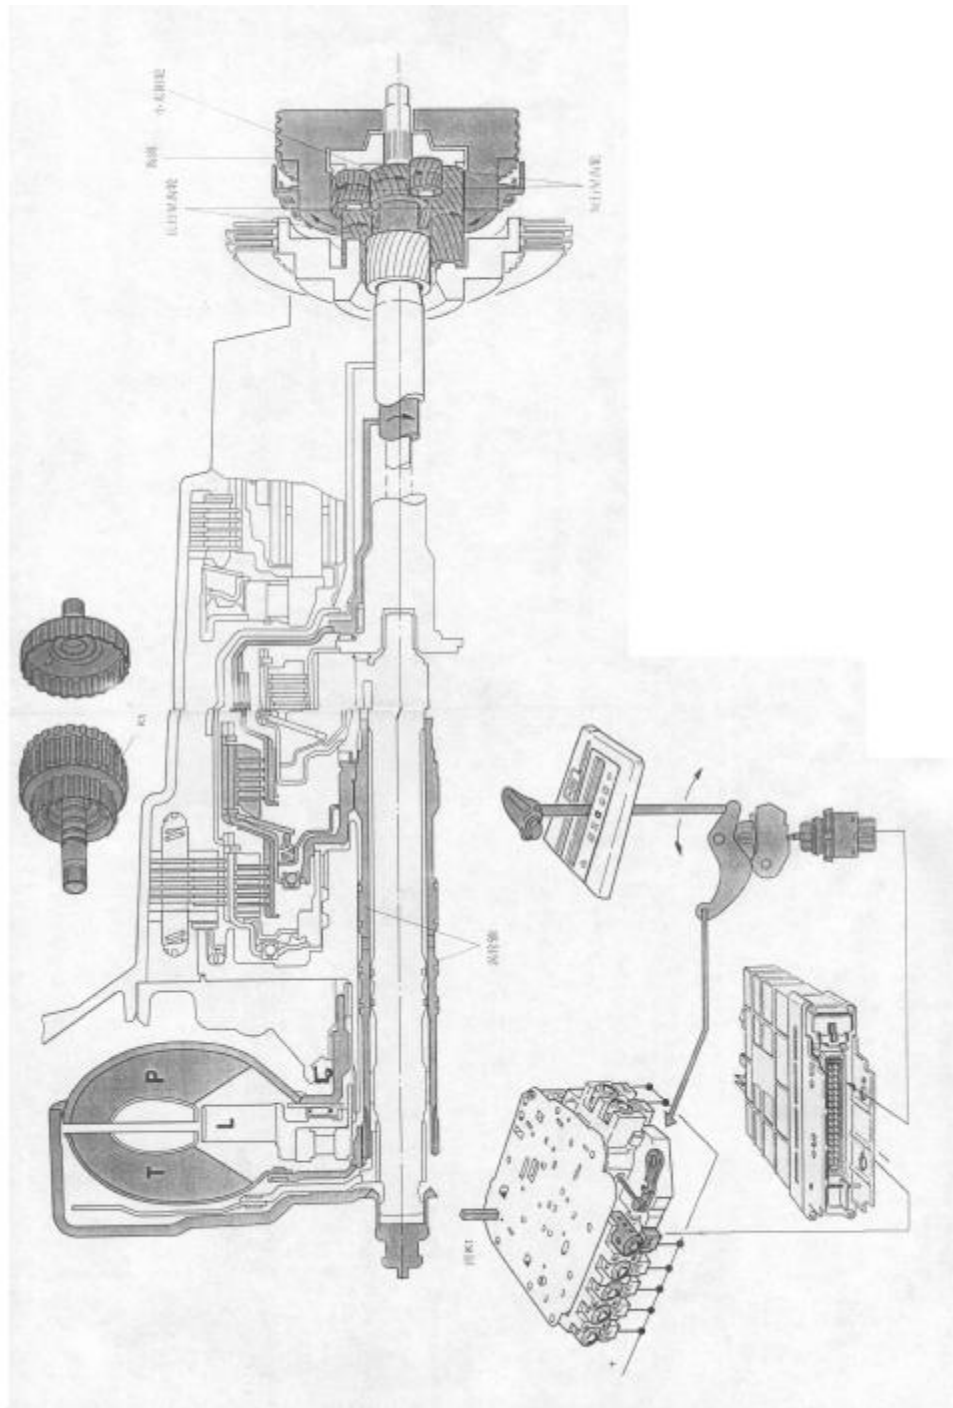

图 7-8 换挡杆位于“D”档，变速器处于 1 档的动力传递路径
(2) 换挡杆位于“D”档时，离合器 K1、K2 通过阀体中的手动阀体中的手动阀门操纵，控制单元通过电磁阀 EV4 使离合器 K2 分离，在单向自由轮的控制下，1 档在发动机不超速的情况下运转，行星齿轮架固定不动。其动力传递路径为：泵轮→涡轮→涡轮轴→片式离合器 K1→小太阳轮→短行星齿轮。长行星齿轮驱动齿圈，动力总是通过齿圈输出，如图 7-8 所示。